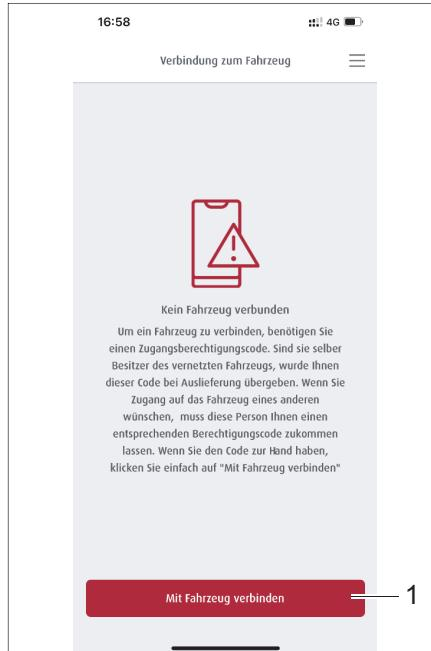
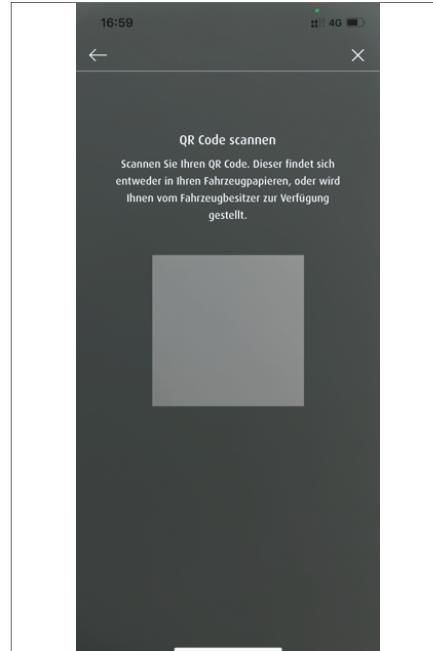

Fig. 296 Conexión al vehículo
Fig. 297 Escanear código QR
- Aparece el campo de menú Conexión al vehículo (Fig. 296). Si ya hay vehículos conectados, se mostrarán aquí.
- Presione la opción *Conectarse al vehículo* (Fig. 296,1). Aparece el campo de menú Escanear código QR (Fig. 297).